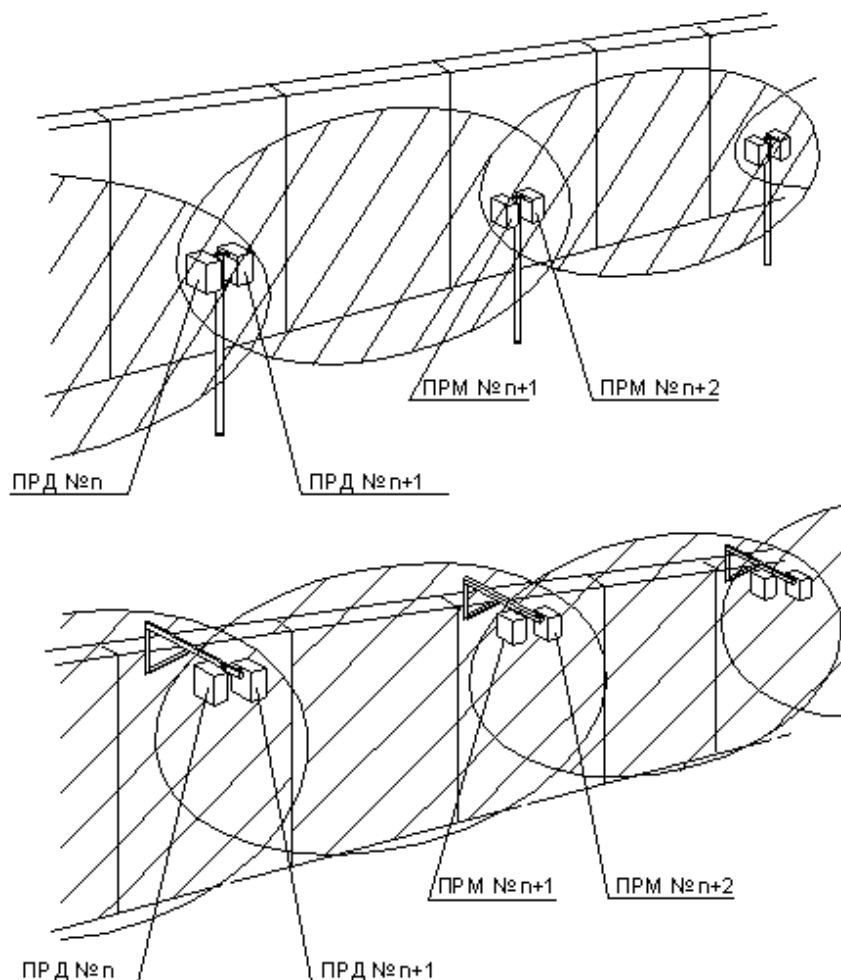

Рисунок 5.4. Варианты установки приемников и передатчиков
- 6.1. Извещатель может быть установлен в зоне открытого пространства на опорах вдоль ограждения (расстояние от ограждения не менее 1 метра при длине участка до 35 м и не менее 2 м при длине участка более 50 м), на кронштейнах по верху ограждения или стенах (рис. 5.4.), по краю крыши здания, а также в помещении по его периметру.